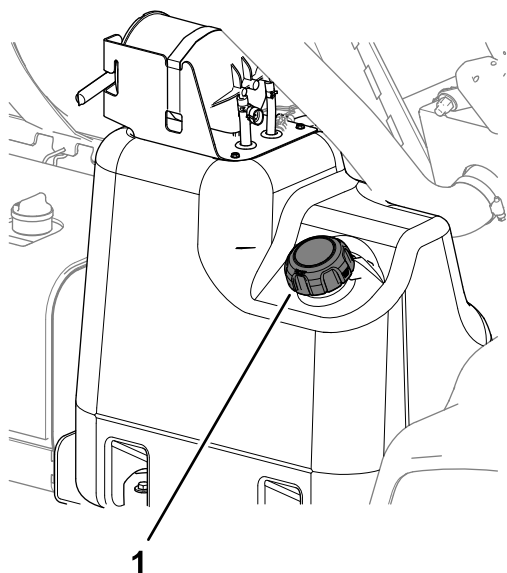

Figure 16
2. Nettoyez la surface autour du bouchon du réservoir de carburant (Figure 16).